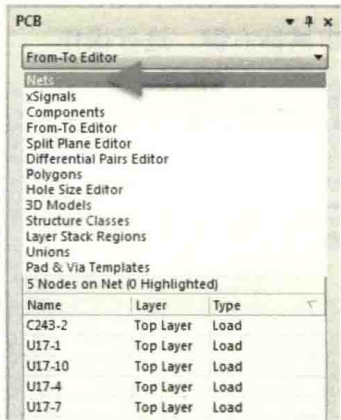

图 9-76 选择“Nets”
(2) 在 PCB 对象编辑窗口中，请选择“Nets”，不要选择“From-To Editor”或者其他，如图 9-76 所示。